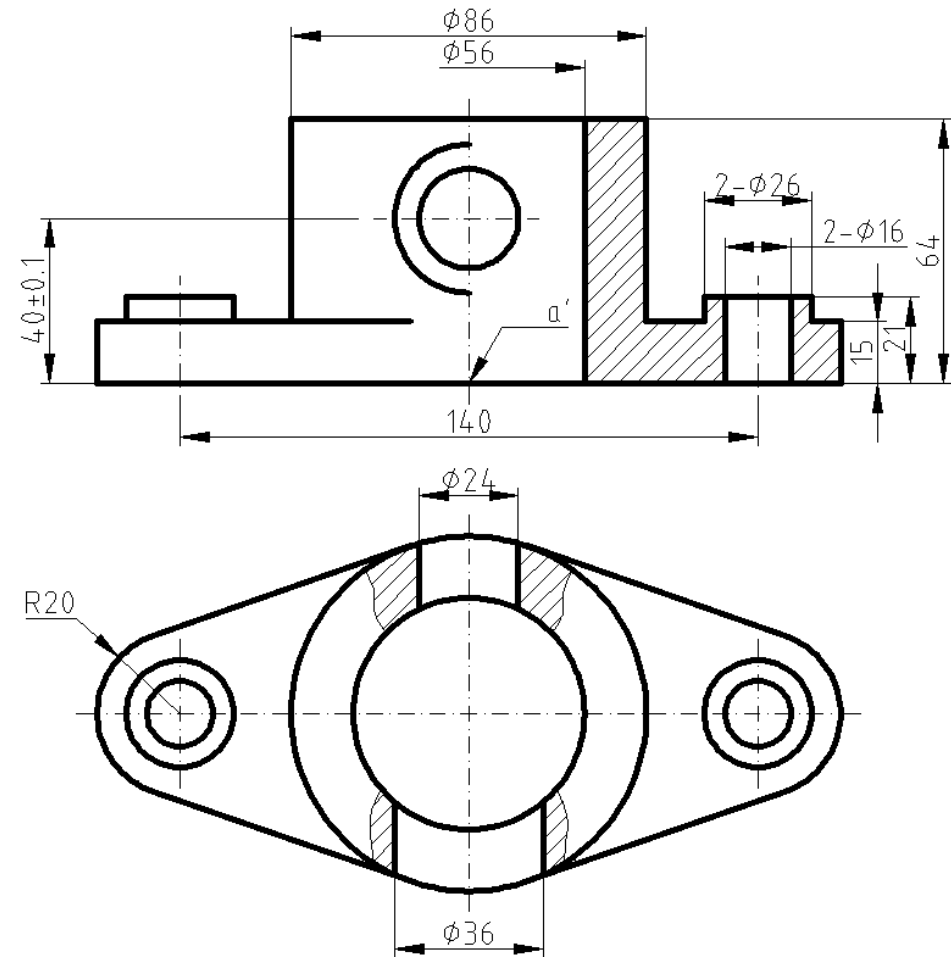

图 5
5. 按照 1:1 的比例抄画图 5(包含尺寸标注), 并将对象放置在粗实线、细实线、虚线、中心线、剖面线、尺寸线等相应的图层中, 中心线超出图形轮廓线 5mm。